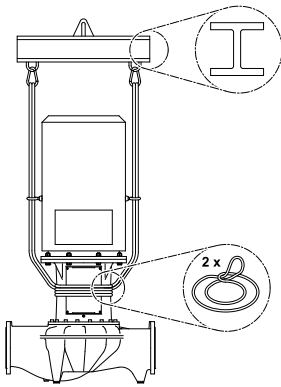

Fig. 28: Anbringen der Lastschlingen
- Zum Anheben mit dem Kran muss die Pumpe wie in (Fig. 28) dargestellt mit geeigneten Riemen umschlungen werden. Die Pumpe in Schlaufen legen, die sich durch das Eigengewicht der Pumpe festziehen.